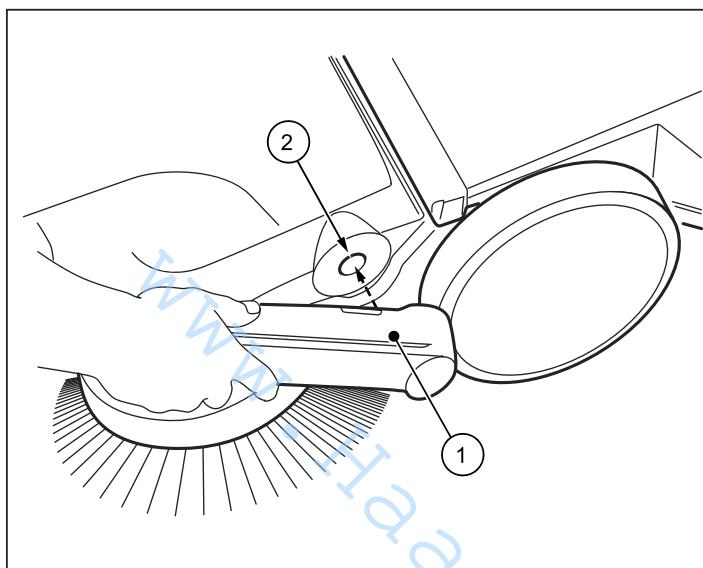

Abb. 7: Griffbeschlagsmontage (haaga 375)
1. Positionieren Sie die Griffbeschläge (1) wie in der Abbildung 7 dargestellt.
2. Führen Sie die Griffbeschläge in dieser Position in die dafür vorgesehene Aufnahme (2) der Kehrmaschine ein. Dafür ist ggf. ein leichter Schlag auf die Griffbeschläge notwendig.